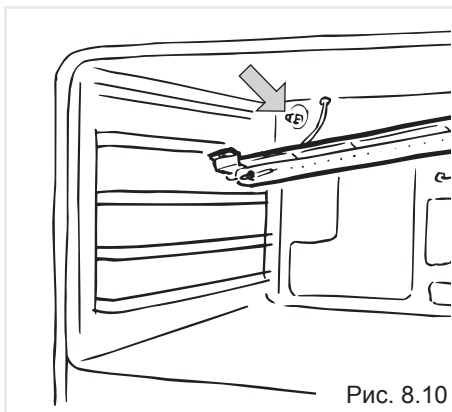

Рис. 8.10
- Переместите горелку как показано на рис. 8.10. Будьте очень осторожны: не повредите провод электрического розжига и индикатор предохранительного клапана.
- С помощью торцового ключа на 10 мм замените форсунку (как показано стрелочкой на Рис. 8.10) согласно информации, представленной в «Таблице с данными о форсунках» и установите в прежнее положение горелку, выполняя все операции в обратном порядке.